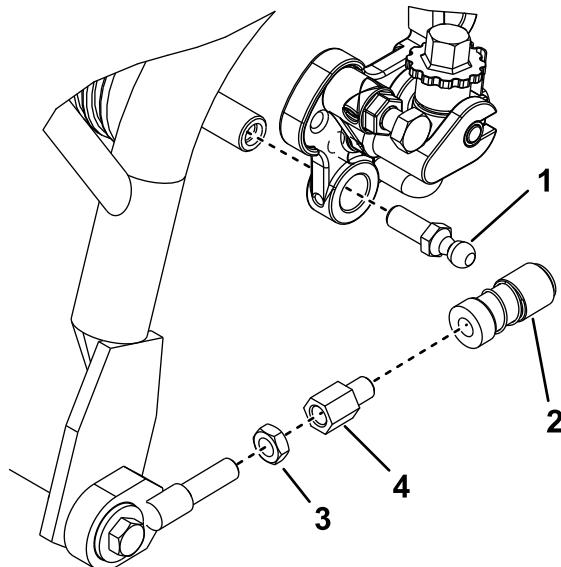

図 5
1. スリーブをボールジョイントの位置まで引き戻し、ボールスタッドからレシーバーを外す図5。
2. ジャムナットをゆるめてプルアームエクステンションを外す図5。プルアームエクステンションからジャムナットを外す。
3. 先ほど外したジャムナットを使用して、新しい短いプルアームエクステンションを取り付ける図5。ジャムナットはまだ本締めしない。